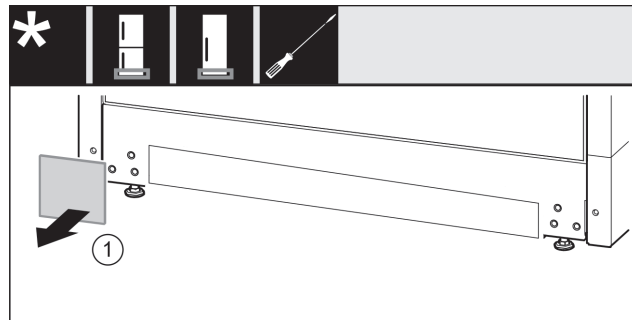

Fig. 12
- Abdeckung abnehmen. Fig. 12 (1)